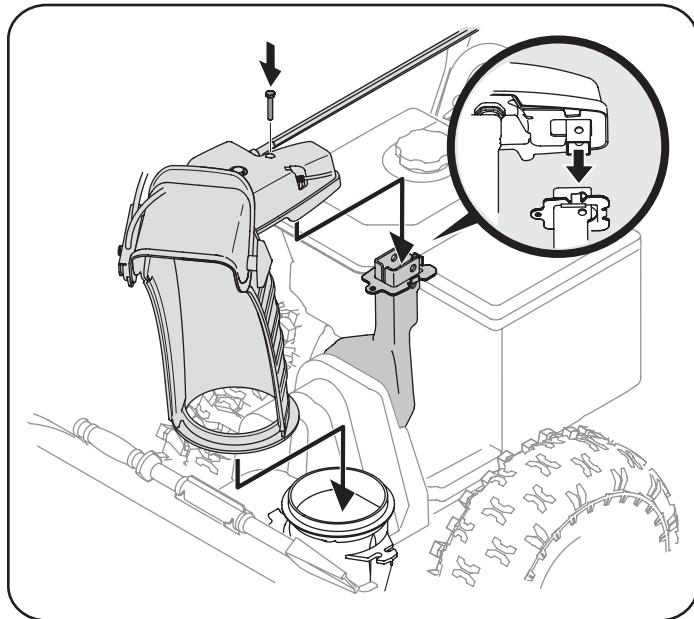

Figura 6
4. Ubique el canal sobre la base del mismo y garantizar la varilla hexagonal está situado bajo el panel manejar. Instalar el perno hexagonal previamente eliminado, pero no seguro con tuerca de mariposa en este momento. Vea la Figura 6.